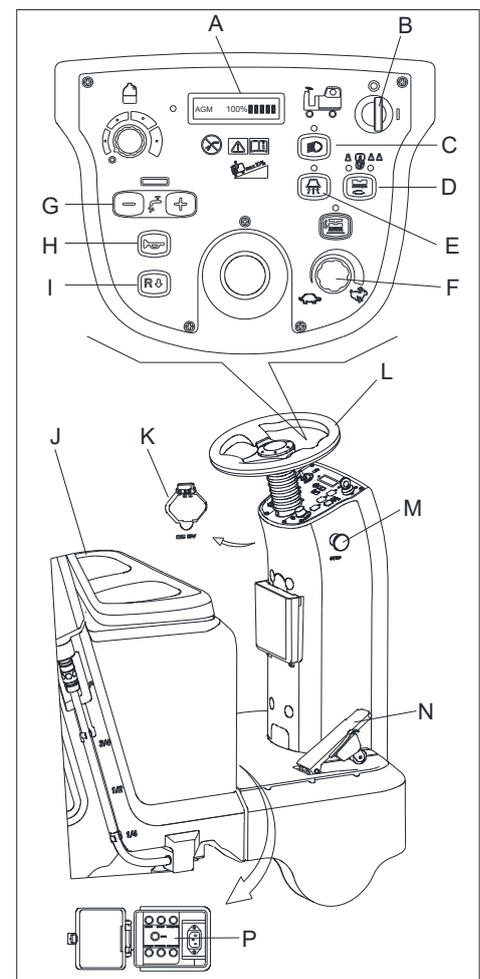

Abbildung 7
2. Setzen Sie sich auf den Sitz (J, Abbildung 7), stecken Sie den Schlüsselschalter ein (B) und drehen Sie ihn in die „I“ Stellung. Wenn der LCD-Bildschirm (A, Abbildung 7) 100 % beträgt, sind die Batterien für den Gebrauch vollständig aufgeladen. Wenn der LCD-Bildschirm (A, Abbildung 7) 10 % beträgt, müssen die Batterien vor dem Betrieb aufgeladen werden. [Informationen zum Laden von Batterien finden Sie in den Kapiteln WARTUNG]
3. Drücken Sie die Starttaste (D, Abbildung 7), um die Maschine zu starten. Die Rake und die Bürsten werden automatisch auf den Boden abgesenkt und der Saugmotor fängt an zu laufen.
4. Drücken Sie auf das Beschleunigungspedal (N, Abbildung 7), fahren Sie die Maschine nach vorwärts oder rückwärts mit dem Lenkrad (L, Abbildung 7) und dem Vorwärts/Rückwärtsschalter (I, Abbildung 7), Sie können die Geschwindigkeit mit dem Geschwindigkeitsanpassungsknauf (F, Abbildung 7) anpassen.
5. Passen Sie den Durchfluss des Lösungsmittels den Reinigungsanforderungen mithilfe der Einstellungstaste (G, Abbildung 7) an.
6. Sie können Ihr Telefon oder Pad mit dem USB Ladeport (K, Abbildung 7) aufladen, wenn der Schlüsselschalter (A, Abbildung 7) in der „EIN“ Stellung ist.
7. Drücken Sie die Hupentaste (H, Abbildung 7), falls es notwendig ist, um Personen zu warnen.
8. Drücken Sie ggf. die Notruftaste (M, Abbildung 7) für den Nothalt der Maschine.
Der Bürstenmotor, Vakuummotor, Antriebsmotor und der Regelkreis sind durch einen Überlastungsschutz geschützt (P, Abbildung 7). Wenn sich der Überlastungsschutz auslöst, stellen Sie ihn nicht sofort, ohne die Ursache zu kennen, wieder ein und stellen Sie sicher, dass der Motor vor dem Neueinschalten abgekühlt ist.
9. Lassen Sie das Beschleunigungspedal los (N, Abbildung 7), die Maschine hält an.
10. Drücken Sie die Starttaste (D, Abbildung 7), um die Bürsten und den Saugmotor anzuhalten. Die Bürsten und der Rakel werden automatisch vom Boden abgehoben. Das Vakuumsystem wird nach einigen Sekunden geschlossen.